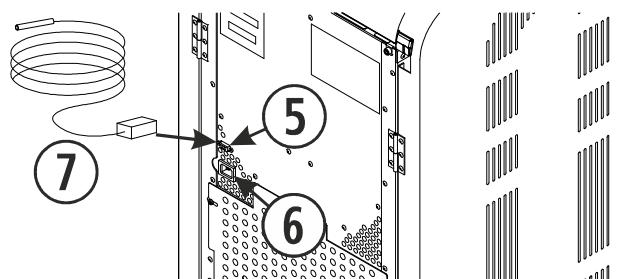

Figura 8
Il termostato di ambiente (7)e il cavo di alimentazione si connettono nella parte posteriore della stufa come indicato nella *figura 8*. Saprà che la stufa lo riconosce perché vedremo riflessa la temperatura ambiente nel pannello dei comandi. Se colleghiamo un termostato o contatto invece di visualizzare la temperatura ambiente segnalerà (·) indicando che c'è qualcosa collegato alla porta di comunicazione.